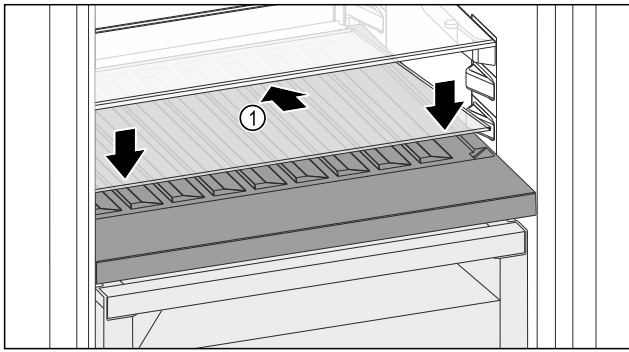

Fig. 146
- Glasplatte Fig. 146 (1) schräg und nach hinten unten geneigt ansetzen.
- Glasplatte Fig. 146 (1) vorne absenken.